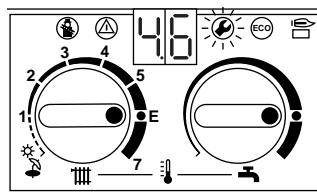

Fig. 51
- Dopo avere rilasciato il pulsante sul display appare per ca. 5 sec, ad es. la sigla „4.6“ seguita dalla sigla „00.“ oppure „01.“. Il pulsante si illumina (fig. 51).